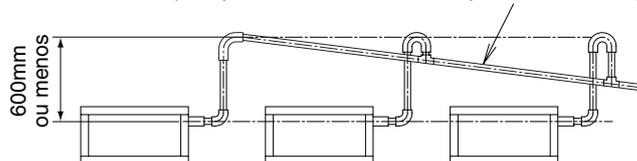

Fig. 10
(1) Instale a tubagem de drenagem.
- Mantenha o tubo de drenagem curto e inclinado para baixo, como uma inclinação mínima de 1/100, para impedir a formação de bolsas de ar. (Consulte a Fig. 10)
- Não torça nem dobre a mangueira de drenagem (2) para evitar a aplicação de força excessiva sobre a mesma. (Este tipo de tratamento poderá provocar fugas.)
- Se utilizar o tubo de drenagem central, siga o procedimento descrito na Fig. 10.
- (2) Depois de terminar os trabalhos de tubulação, verifique se a drenagem flue adequadamente conforme descrito abaixo.